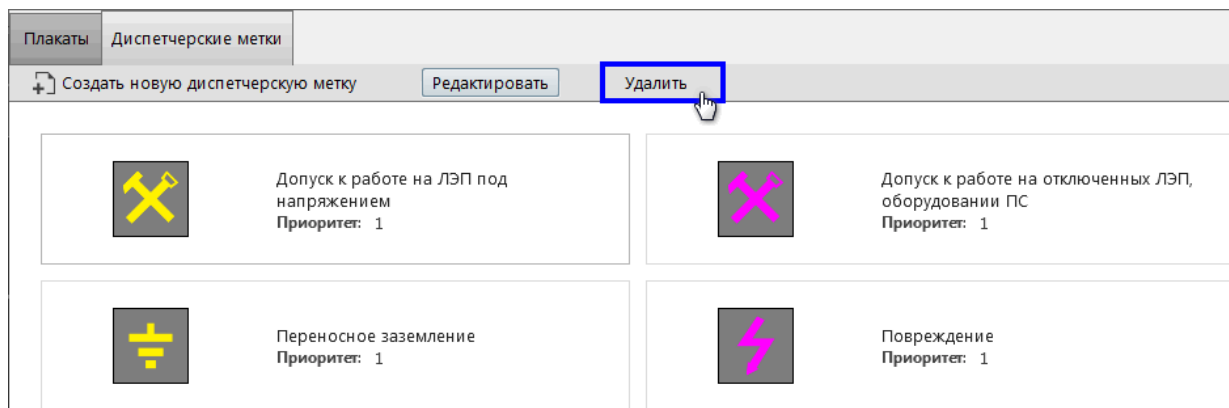

Рисунок 298 - Удалить диспетчерскую метку
2. Нажмите **Удалить** (Рисунок 298).